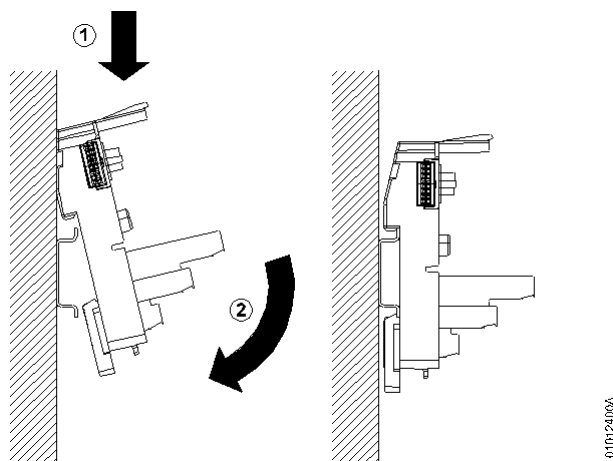

Figura 52: Instalação de uma base no trilho
1. Encostar a base na superfície do painel de montagem, conforme Figura 52;
3. Rotacionar a base em direção ao trilho até ocorrer o encaixe da trava deslizante (ver Figura 52);